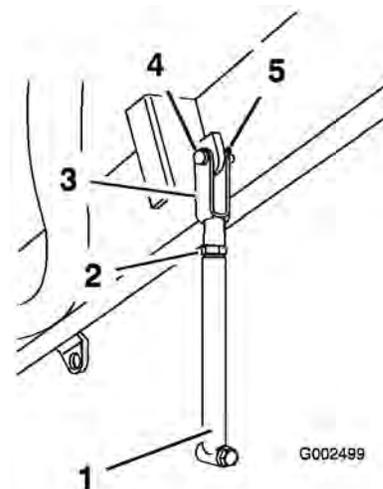

図 14
5. プロップロッド・アセンブリを取り付ける：クレビスピンとコッターピンを使って、ヨーク部をタンク台フレームの左後ろの内側に固定する (図 14)。